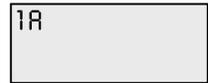

Рис. 1
7.1.2. Информация, собираемая и вычисляемая теплосчетчиком, сгруппирована в циклы. Номер цикла (цифры от 1 до 4) и код показателя в цикле (латинские буквы A, B, C, D и т.д.) отображаются в левом верхнем углу дисплея (рис. 1).